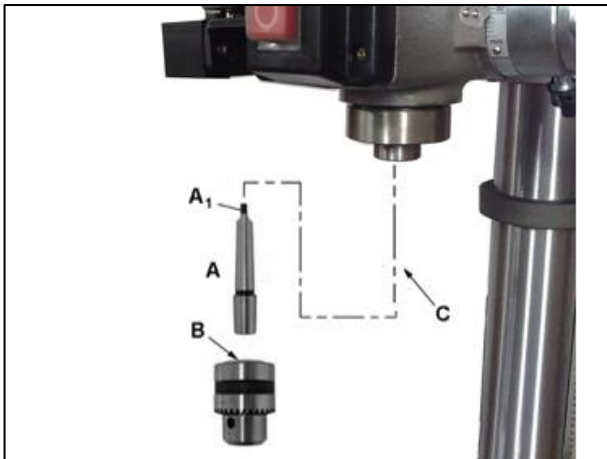

Рисунок 6-2. Монтаж сверлильного патрона и инструментальной оснастки
1. Вставьте три рукоятки подачи в гнезда (D, Рис. 6-2).
Произведите тщательную очистку инструментальной оправки (А, Рис. 6-2), сверлильной головки (В) и шпинделя (С). Наличие любой консистентной смазки или осадков могут привести к разъединению деталей, что создает угрозу безопасности и может повредить станок.